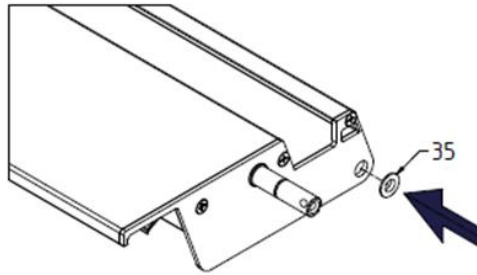

Fig. 13
12. Insérez la bague de roulement (35) incluse dans les accessoires dans chaque lame, en la pressant soigneusement de l'extérieur dans le capuchon du lecteur de la lame dans le trou d'angle. - Figure 13.